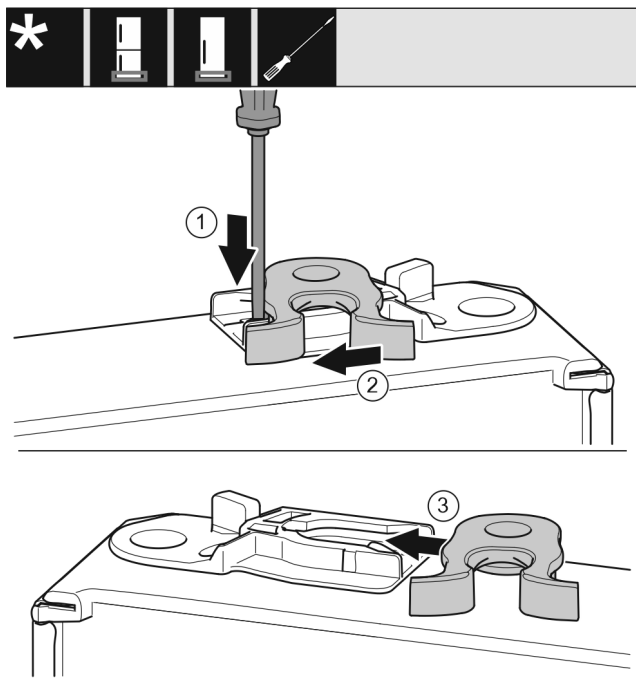

Fig. 18
- ▶ За допомогою шліцьової викрутки притисніть накладку Fig. 18 (1) униз.
- ▶ Витягніть із напрямної запірний гачок Fig. 18 (2).
- ▶ Вставте запірний гачок Fig. 18 (3) у напрямну з іншого боку.